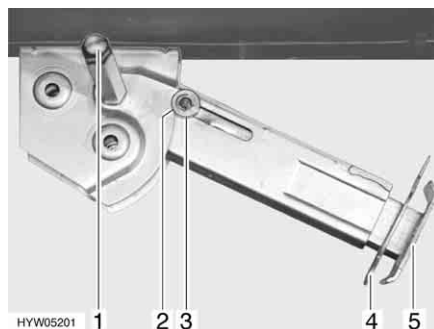

Fig. 48 Piedino di stazionamento
- Inserire la chiave a tubo nell'esagonale (Fig. 48,1) e ruotare fino a quando il piedino di stazionamento non si trova in posizione verticale verso il basso.
- Estrarre la copiglia (Fig. 48,4) dal prolungamento dell'estremità del piedino (Fig. 48,5).
- Inserire la chiave a tubo nell'esagonale (Fig. 48,1) e ruotare fino a quando il piedino di stazionamento non si stacca dal terreno.
- Spingere completamente all'interno il prolungamento dell'estremità del piedino (Fig. 48,5) e inserire la copiglia (Fig. 48,4) nel foro apposito.
- Ruotare la chiave a tubo nell'esagonale (Fig. 48,1), fino a quando il piedino di stazionamento non è sollevato verso l'alto e la guida (Fig. 48,3) è rientrata totalmente nell'intaglio (Fig. 48,2).